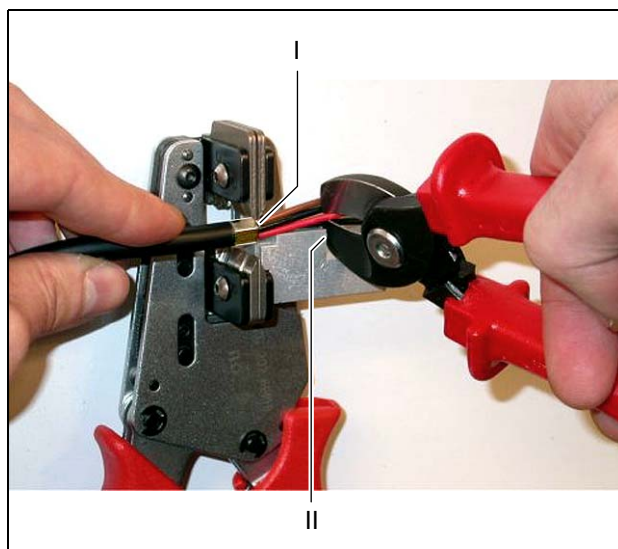

figura 20.10: Taglio del conduttore in rame
- 8 Tagliare i fili in rame alla lunghezza appropriata con la taglierina per cavi (utensile 2) e la pinza spelatrice (utensile 5). Per farlo, posizionare la boccola crimpata in posizione I e tagliare i fili di rame in posizione II (vedere figura 20.10).